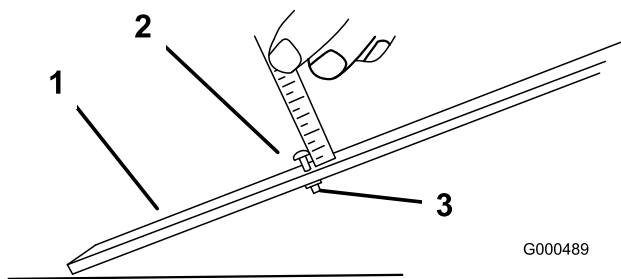

图49
3. 松开调刀尺上的螺母 图49并将调节螺丝设定为所需的剪草高度。螺丝头底部与调刀尺表面之间的距离就是剪草高度。